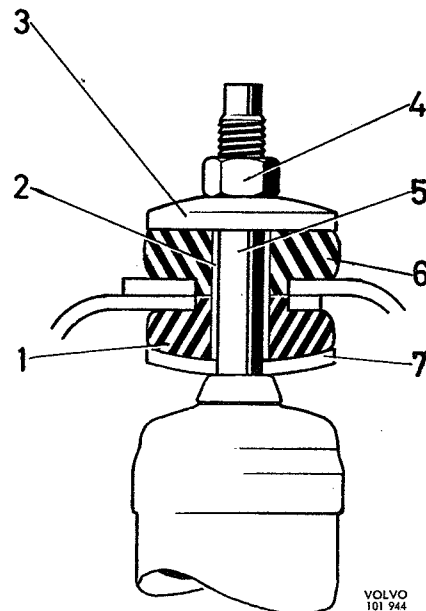
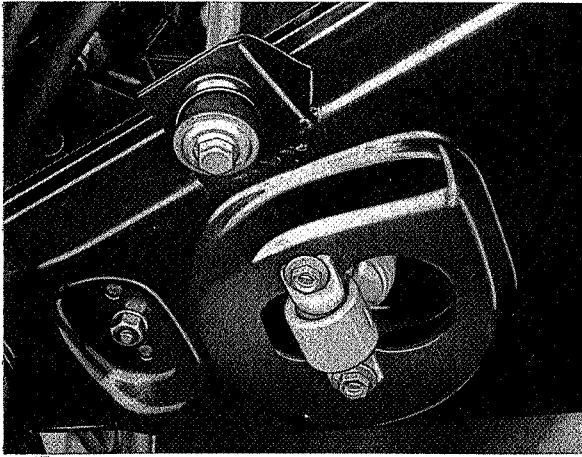

Fig. 7-7. Bovenste bevestiging, voorschokbreker
Fig. 7-8. Onderste bevestiging, voorschokbreker
De bovenste bevestiging van de voorschokbreker (Fig. 7-7) bestaat uit een draadeinde (5), waarmee de bovenste busen (1 en 6), de ringen (3 en 7) en een afstandsbusje in een huis in de vooras zijn bevestigd. De onderste bevestiging (Fig. 7-8) bestaat uit een oog, voorzien van een rubber bus, die niet gedemonteerd
1. Verwijder de bovenste moer (4, Fig. 7-7), de ring (3) en de rubber bus (6).
2. Verwijder de onderste bevestigingsbouten (Fig. 7-8) van de onderste draagarm en haal de schokbreker naar beneden toe weg.